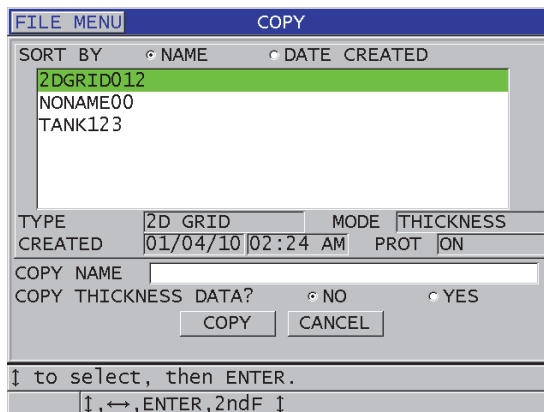

Figura 11-17 Pantalla COPIAR (COPY)
3. En la pantalla **COPIAR (COPY)** [ver Figura 11-17 en la página 217]: